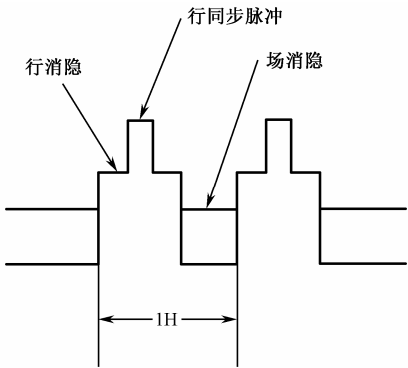

图 3-7 沙堡脉冲
一行延迟线采用开关电容技术，它工作时需要 3MHz 的时钟信号，该信号由内部的 6MHz 振荡器经 2 分频获得，为了保证振荡频率的稳定，6MHz 振荡器采用锁相环电路。6MHz 的时钟信号先经 2 分频再经 192 分频，得到 15 625Hz 的信号与⑤脚输入的沙堡脉冲（图 3-7 所示）进行比较，产生误差电压经低通滤波后变成直流电压去控制 6MHz 的压控振荡器，使之频率稳定。